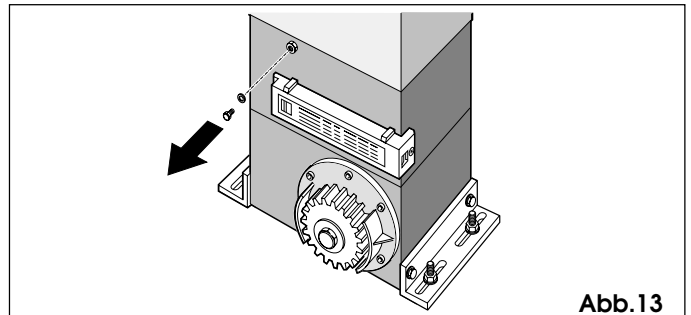

Abb.13
- 7) Die Belüftungsschraube abnehmen und aufbewahren (Abb.13).